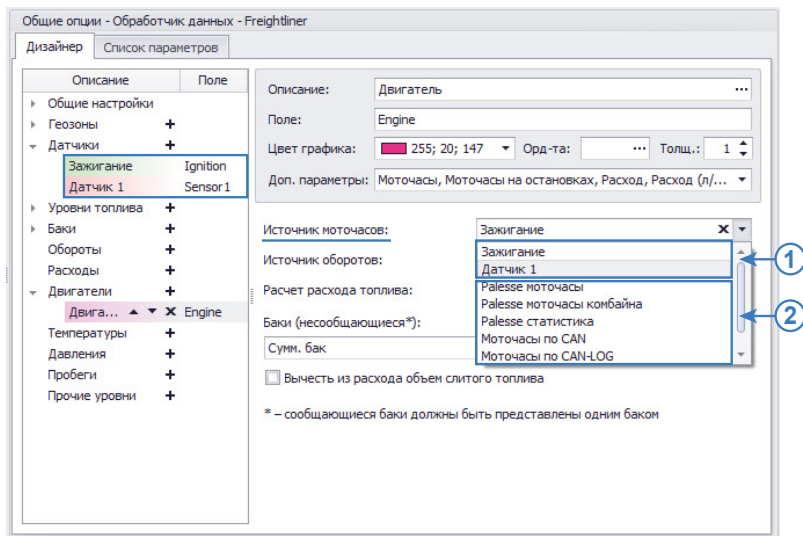

Рис.48. Настройка источника моточасов.
- Для использования датчика моточасов, данный датчик должен быть добавлен в группу «Датчики» Дизайнера и корректно настроен (Рис.48, п.1).
- Информация о времени работы двигателя может быть получена с шины CAN (Рис.48, п.2): время работы двигателя комбайна Palesse, полученные с шины CAN; моточасы двигателя ТС, полученные с шины CAN, устройства CAN-LOG или iQFreeze.